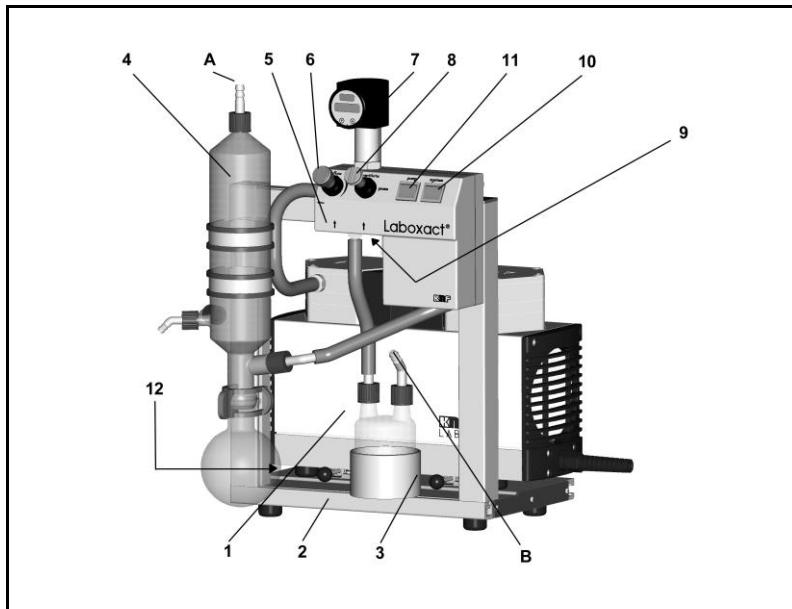

Abb. 4: Beschreibung LABOACT-Systeme
- Das Vakuumsystem wird komplett verschlaucht geliefert (siehe Abb. 4, Seite 14).
- ➔ Den Netzstecker der Pumpe in die Steckdose der Bedieneinheit (Position 5 in Abb. 4, Seite 14) stecken.
- ➔ Über das Netzkabel die Bedieneinheit (Position 5 in Abb. 4, Seite 14) mit einer ordnungsgemäß installierten Schutzkontakt-Steckdose verbinden.
Pumpe/ System	<ul style="list-style-type: none"> ▪ Lüfteröffnungen nicht zugestellt ▪ Daten des Spannungsnetzes stimmen mit den Angaben auf dem Typenschild der Pumpe/des Vakuumsystems überein ▪ Pumpenauslass nicht verschlossen oder eingeengt ▪ Oberer Gasausgang des Hochleistungskondensators nicht blockiert ▪ Medien sind untereinander verträglich (beim gleichzeitigen Betreiben von zwei verschiedenen Prozessen) ▪ Bei einer Belüftung des Vakuumsystems durch den Lufteinlass (siehe Abb. 4/9, Seite 14) können keine reaktive, explosive oder anderweitig gefährliche Mischungen entstehen (gegebenenfalls Inertgas verwenden)